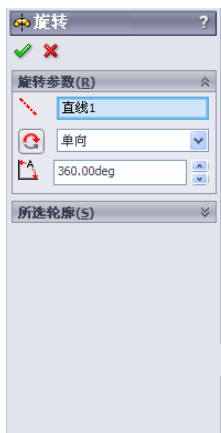

图 4-54 设置旋转参数
- ❸ 旋转形成实体。单击旋转凸台/基体按钮，Solidworks 2010 会自动将草图中唯一的一条中心线作为旋转轴；设置旋转类型为单一方向，旋转角度为 360°，如图 4-54 所示。单击确认按钮，生成法兰基体端部。